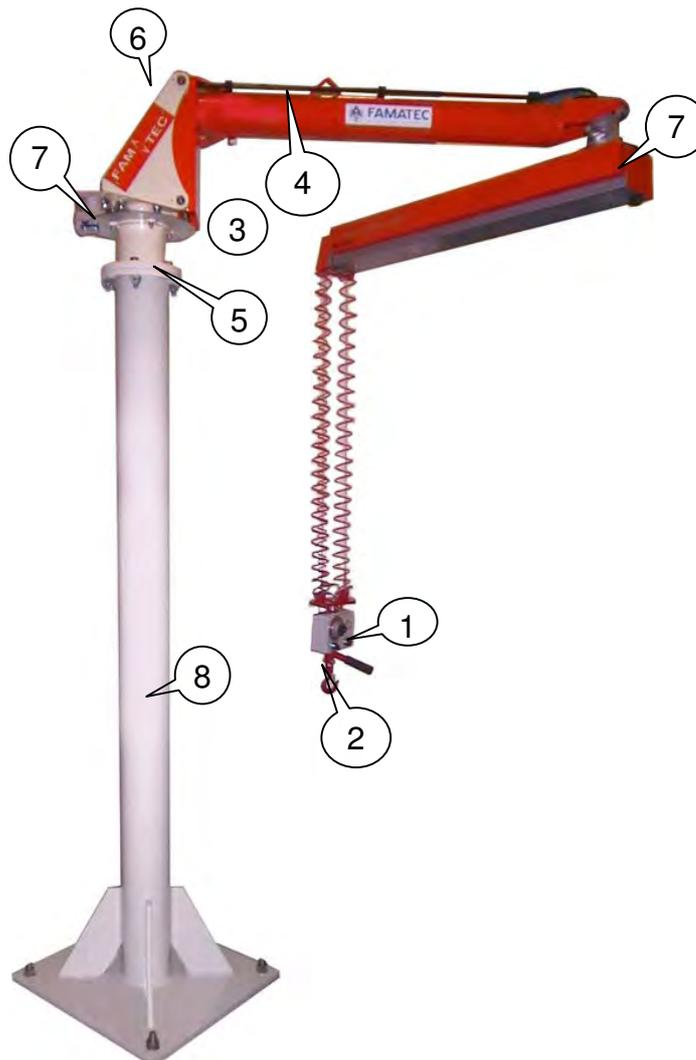

Abb. 2
Durch umlegen des Hebels Nr.4/Abb. 2 die Bremsen der Gelenkarme lösen.
Das Produkt stabil in der dafür bestimmten Ablage positionieren. Durch Betätigung des Hebeventil Nr. 1/Abb. 2 wird der Leergewichtsausgleich aktiviert und der Greifer kann gelöst werden. Die Vorrichtung kann nur zur Aufnahme des nächsten Bauteiles verwendet werden.
- Die Bremsen durch den Schalter Nr. 4/Abb. 2 betätigt sind
Die Bremse wird durch die Bedienung des Hebels Nr.1-Abb. 2 ausgeschaltet und die Aufnahmevorrichtung im Leergewichtszustand mit den Handgriffen bewegt.
Die Aufnahmevorrichtung wird an das Bauteil positioniert, die Greifer am Innengerippe der Türe dabei wird über die Sensoren Nr 2-Abb. 2 die genaue Position des Greifers abgefragt. Nun kann das Bauteil durch Betätigung der zwei Taster Nr. 3-Abb.2 aufgenommen werden, dabei wird automatisch der Lastgewichtskreis aktiviert.
Bei unterschiedlichen Lastgewichten kann durch den Preselektor Nr.4-Abb. 2 die Einstellung korrigiert werden. Der entsprechende Druck kann an dem Manometer Nr.5-Abb. 2 abgelesen werden.
Das Produkt richtig und stabil in die Ablageposition stellen. Dann die zwei Druckknöpfe Nr.6-Abb. 2 gedrückt halten bis der Leergewichtsausgleich eingeschaltet wird und der Greifer sich öffnet.
- Die Bremsen durch den Schalter Nr.1-Abb. 2 betätigt sind